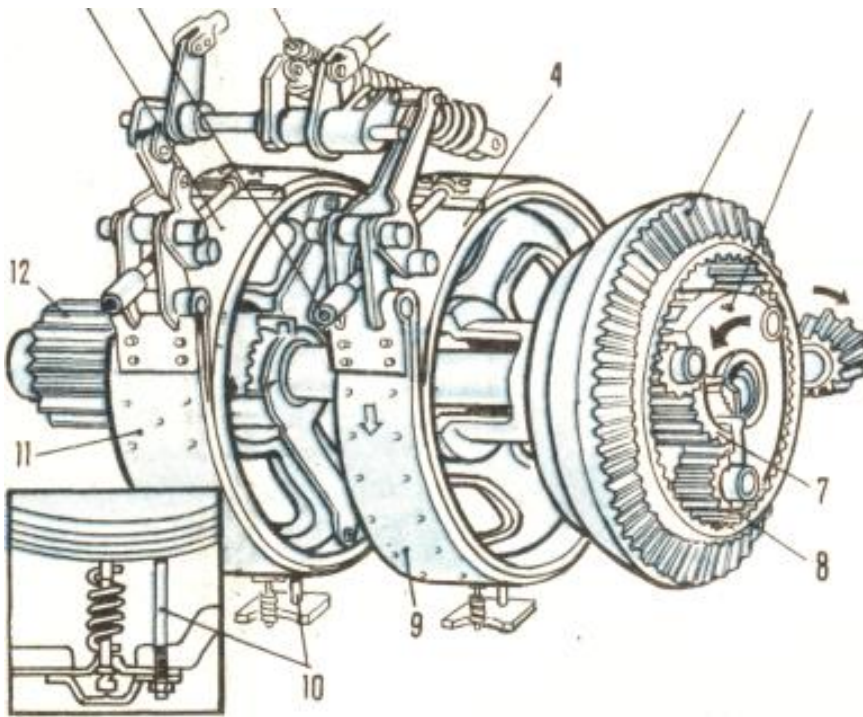

Рис.6
13. Как механизатор управляет тормозом солнечной шестерни (рис. 6, поз. 7) планетарного механизма поворота?
15. Назовите детали планетарного механизма поворота гусеничного трактора ,обозначенные на рис. 6:
16. Как называются детали, выделенные на рис. 6: